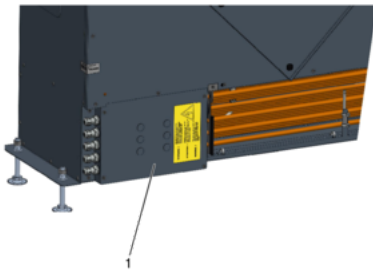

Abb. 6: Revisionsdeckel Regelung
1. ▶ Den Revisionsdeckel der Regelung (*Abb. 6 /1*) durch Lösen der Schrauben demontieren.